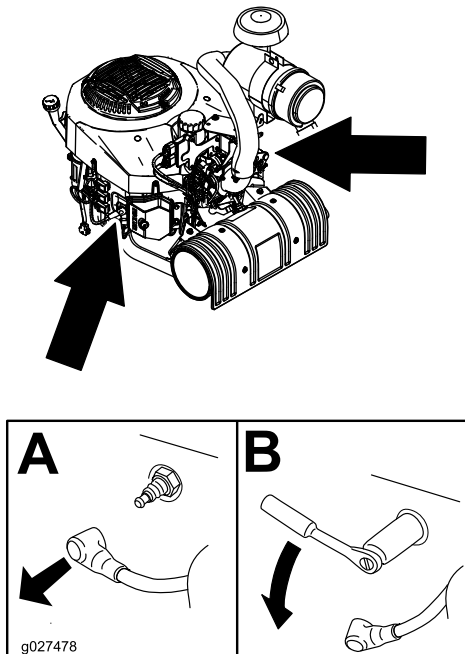

Figura 37
3. Localice y retire la(s) bujía(s), tal y como se muestra en la Figura 37.